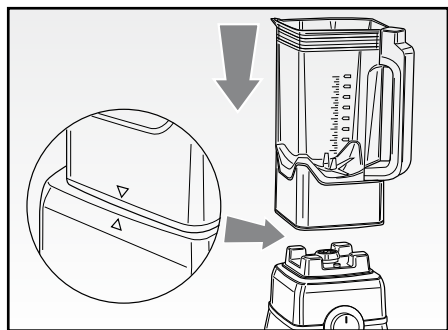
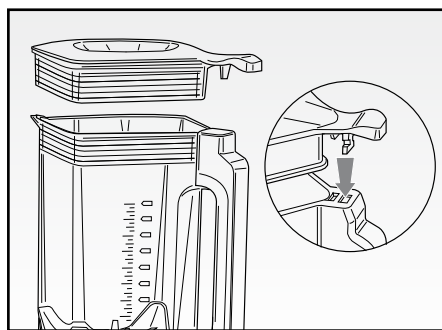

Fig. 2
Fig. 3
- Assicurarsi che l'apparecchio sia scollegato dalla presa elettrica e che la manopola di funzionamento (F) sia in posizione "0".
- Posizionare la tazza per Smoothie (frullatore) (C) sul corpo motore (E), sempre col manico nella posizione mostrata in fig. 2, facendo combaciare la freccia posta sul lato della tazza con quella posta sul corpo motore.
- Tagliare frutta e verdura in piccoli pezzi ed inserirli nella tazza per Smoothie (frullatore) (C) aggiungendo acqua o latte in una quantità tale da non superare il livello massimo di 2,0 litri (il riempimento minimo è 400 ml). Per i liquidi il livello massimo è 1200 ml.
- Posizionare il coperchio (B) sopra la tazza per Smoothie (frullatore) (C) in modo che il gancio del coperchio si inserisca nel manico della tazza e premerlo leggermente verso il basso fino a bloccarlo (Fig. 3).